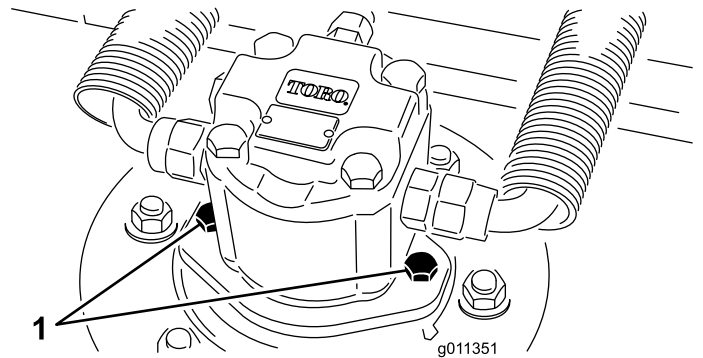

Figura 85
2. Scollegate e staccate il motore idraulico dall'apparato di taglio (Figura 85). Coprite la parte superiore del fusello per impedire che venga contaminato.
3. Montate il motore idraulico sull'apparato di taglio (Figura 85). Verificate che l'anello toroidale sia in sede e non sia danneggiato.